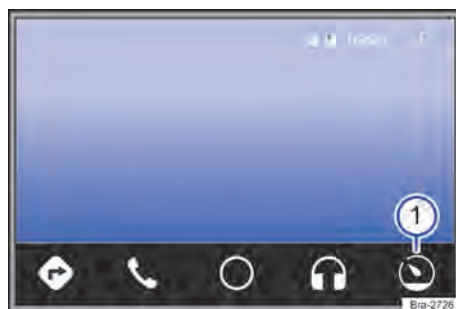

Fig. 127 Menu Android Auto™.
- Na operação do Android Auto™, tocar na superfície de função **☺**, → Fig. 127 ①.